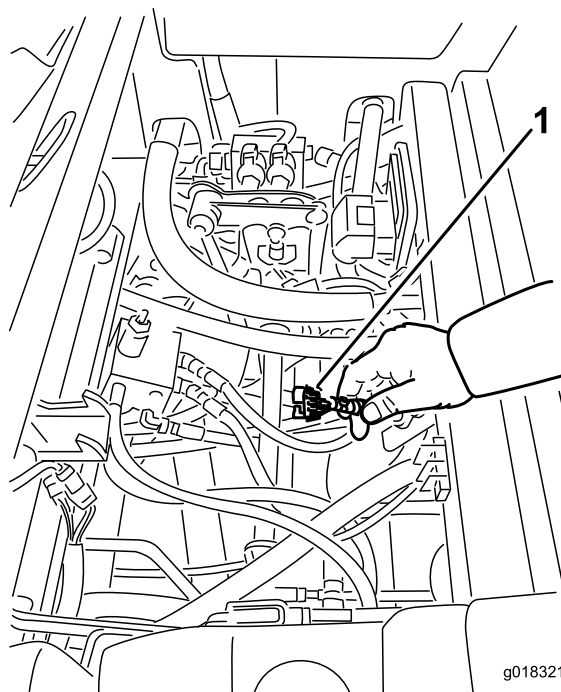

Figura 39
3. Localize os fios e os conectores junto ao controlador (Figura 39).